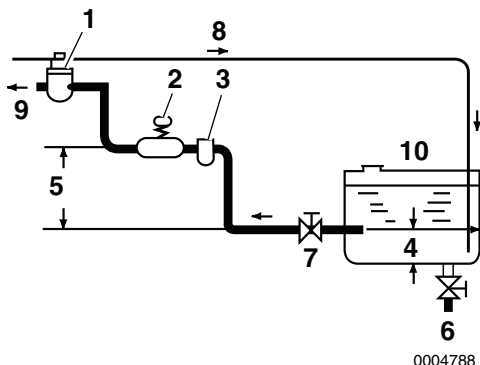

Figura 3
Instale a linha de combustível do depósito do combustível para a bomba de injeção de combustível como mostrado em **Figura 3**. O separador de combustível / água recomendado (**Figura 3, (3)**) (opcional) está instalado na secção central dessa linha.